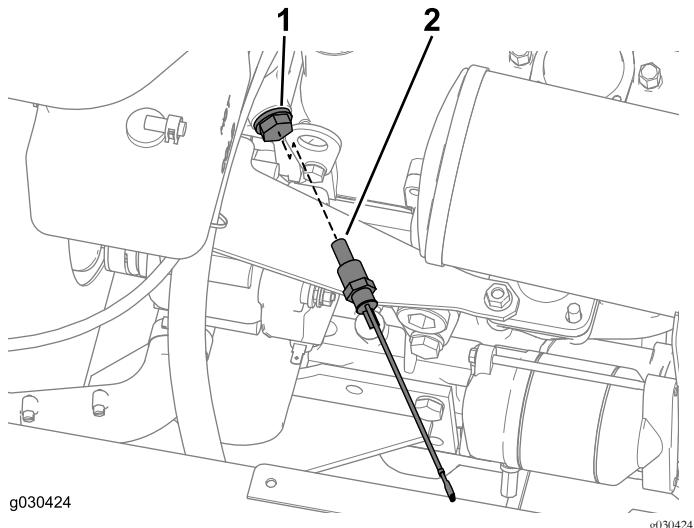

Figure 45
1. Localisez et retirez le bouchon du moteur montré à la Figure 45.